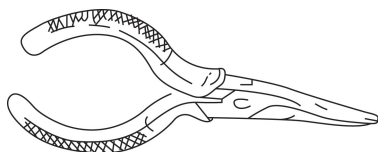

图 2-15 尖嘴钳
①使用电工钢丝钳前，必须检查绝缘柄的绝缘是否完好。如果绝缘损坏，进行带电作业时会发生触电事故。
②用电工钢丝钳剪切带电导线时，不得用刀口同时剪切相线和零线，或同时剪切两根相线，以免发生短路故障。
③钳头不可代替手锤作为敲打工具使用。
④钳头应防锈，轴销处应经常加机油润滑，以保证使用灵活。
(2) 尖嘴钳如图 2-15 所示，其头部尖细而长，适用于在狭小的工作空间操作，绝缘柄耐压值为 500 V。其规格以全长表示，有 140 mm 和 180 mm 两种。主要用途是可剪断较细的导线和金属丝，将其弯制成所需的形状，并可夹持、安装较小螺钉、垫圈等。